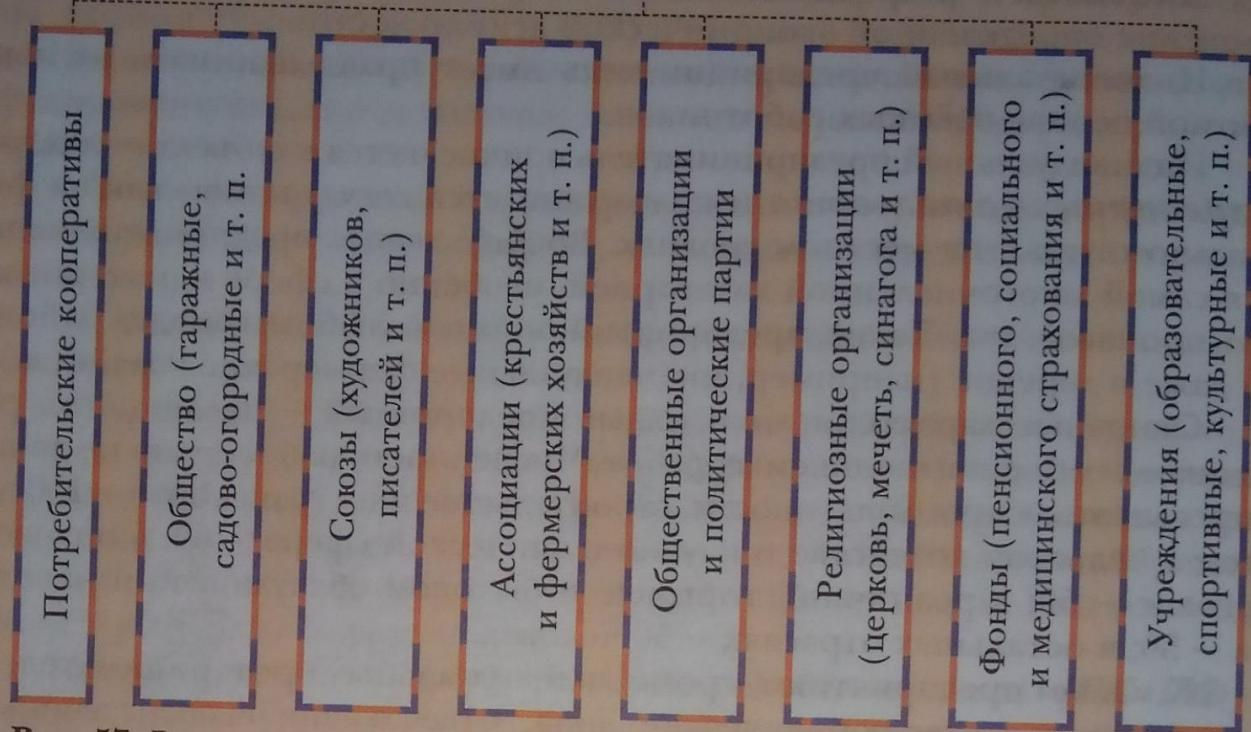

Рис. 57. Виды некоммерческих организаций
**Некоммерческие организации** в качестве основной цели своей деятельности не преследуют получение прибыли и не имеют права распределить полученную прибыль между учредителями (собственниками). К организациям такого рода относятся потребительские кооперативы (союзы, общества), общественные и религиозные организации, различные фонды и ассоциации, учреждения (рис. 57).